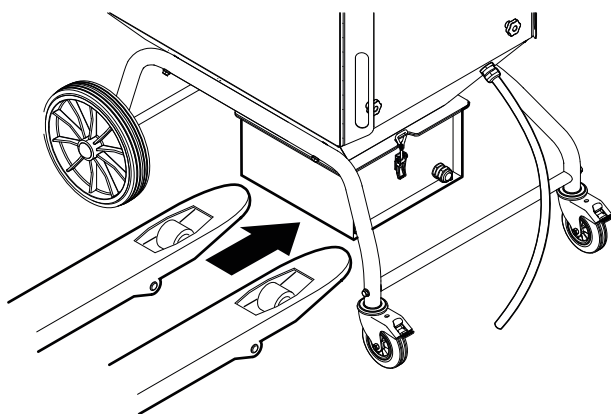

Fig. 26
- Mit einem geeigneten Palettenstapler unter den Staubsammelbehälter fahren, siehe **Fig. 26**.